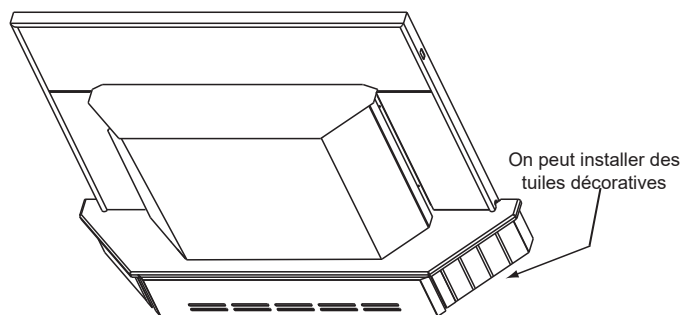

Figure 23.3
**REMARQUE :** Vous pouvez découper des carreaux de céramique d'une épaisseur de 9,5 mm (3/8 po) ou un autre matériau similaire et les placer sous la lèvre du bord supérieur de la garniture comme ornement de finition (**Figure 23.3**).